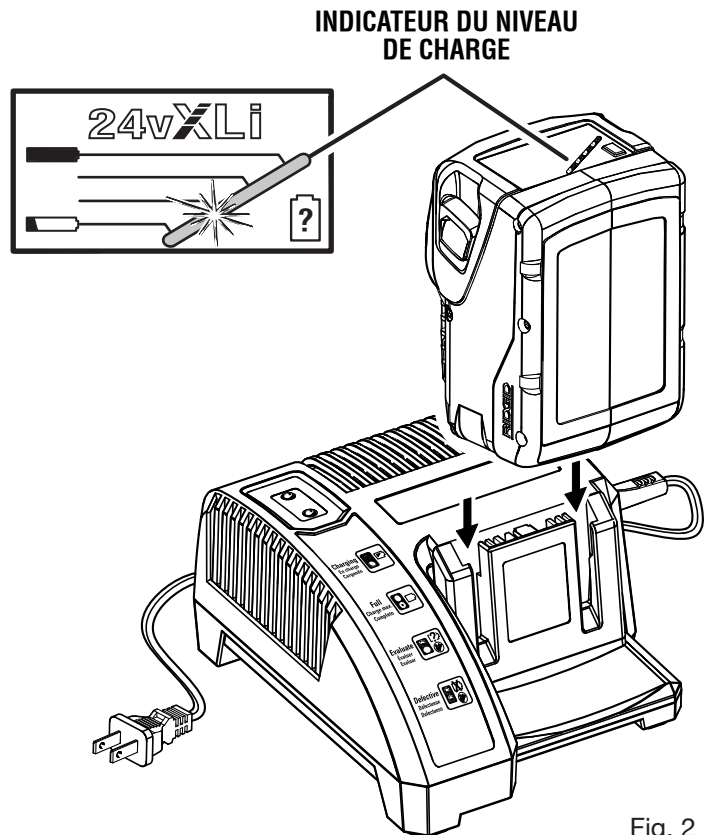

Fig. 2
- Aligner les nervures du bloc de batteries sur les rainures du chargeur, puis insérer le bloc de batteries dans le chargeur. Voir la Figure 2.